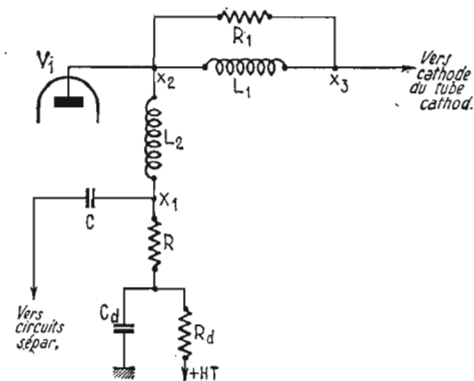

FIG. 1
Si le téléviseur est à lampes, les signaux composites destinés au circuit de séparation sont prélevés sur le circuit de sortie de la dernière (et en général unique) lampe VF, comme le montre la figure 1.
a) Les signaux synchro étant corrects, comme ceux-ci exigent la bonne transmission des signaux à fréquence élevée, on peut supposer que la partie du circuit de la figure 1 composée de la lampe, de L2, R, C, Cd et Rd est correcte en ce qui concerne les signaux synchros.